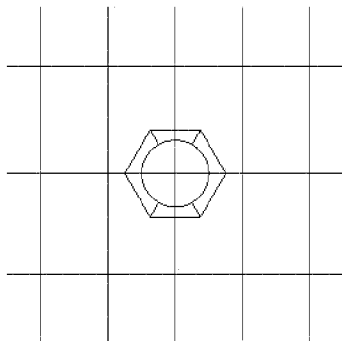

图 2-1-17 $R30$ 圆弧界限
④ 在【距离】中输入“20”，系统提示“拾取曲线”，拾取垂直基准线，系统提示“选择等距方向”，分别单击左侧和右侧，形成 $R30$ 圆弧的界限，如图 2-1-17 所示。右击退出“等距线”命令。